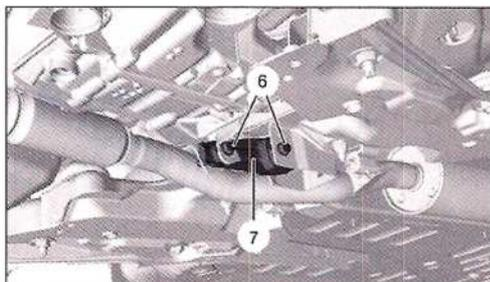

FIG. 13
Desmontar los tornillos (6) y la bieleta anti-par (7) (Fig.13).